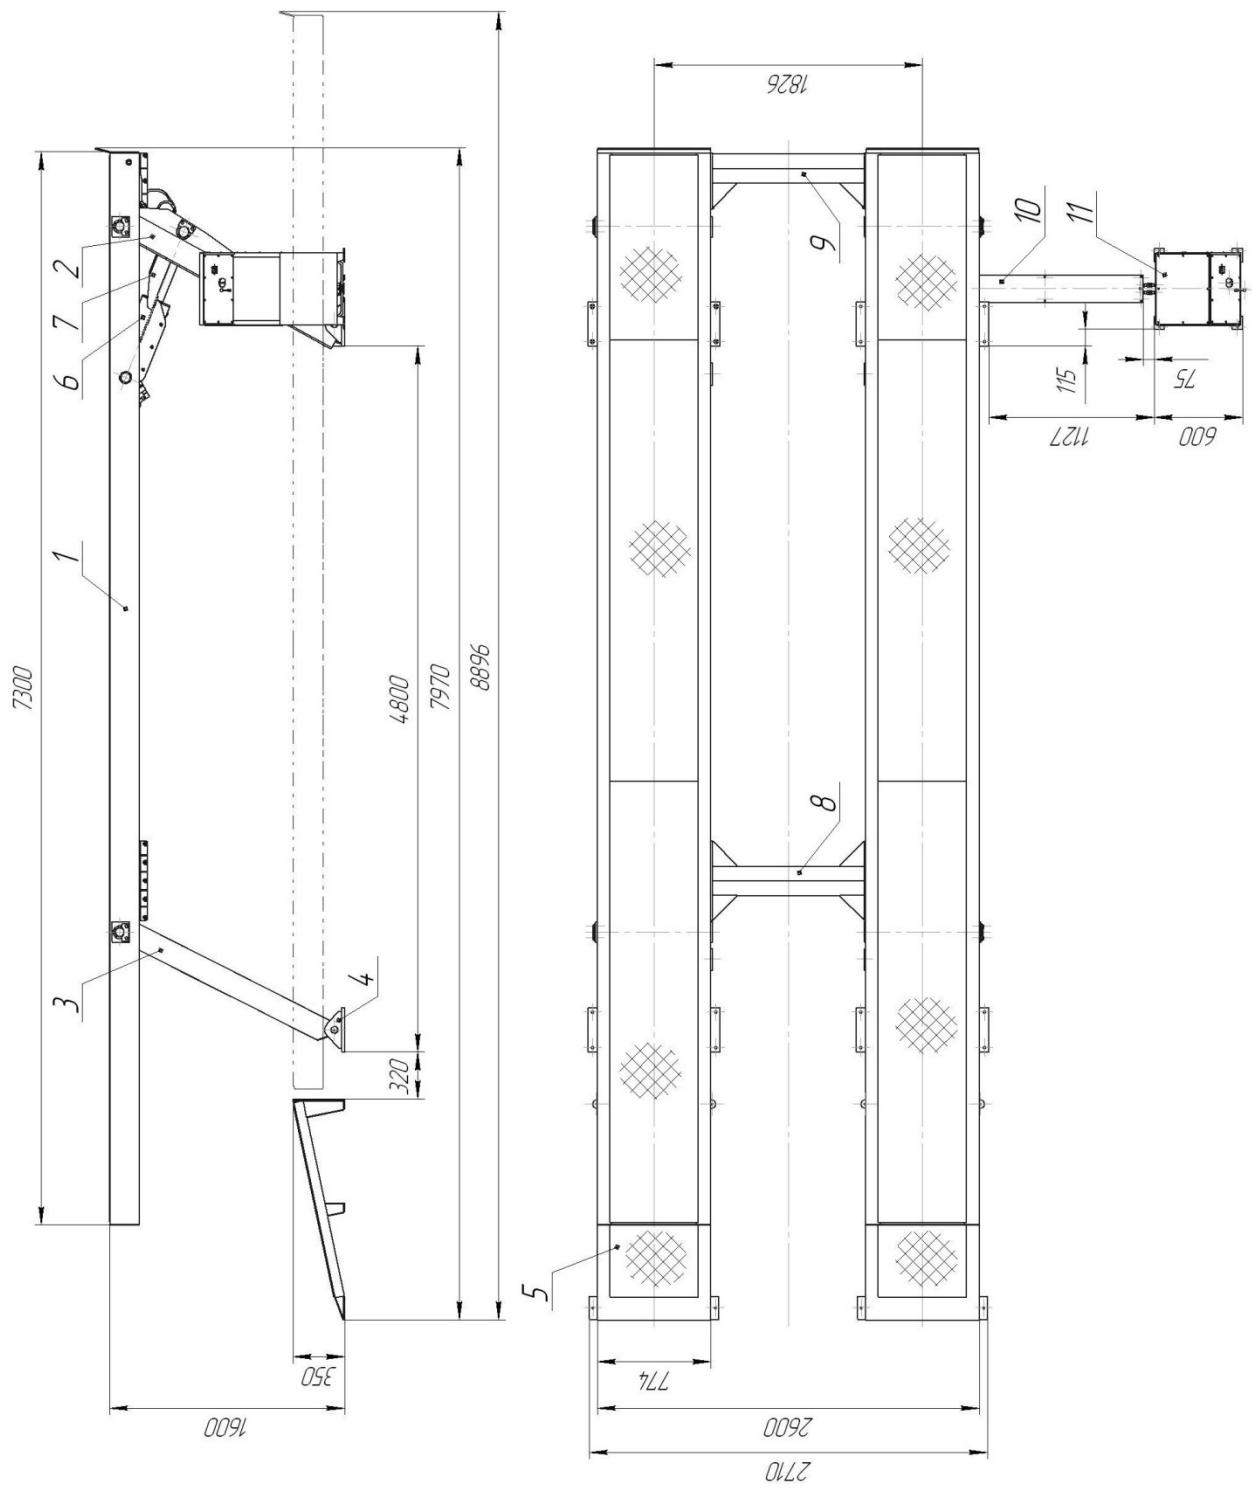

Рис.1 Общий вид платформы подъемной 12Г272М1
Платформа (рис.1) представляет собой стационарный подъёмник, состоящий из основной части в виде шарнирного 4-х звенника с электрогидравлическим приводом.
5.1 Правую и левую половины платформы (поз. 1, рис.1) установить на временные подставки (подкладки), высота которых обеспечит доступ для монтажа поперечин (поз. 8 и 9).
5.9 Внутри поперечины (поз. 9 рис. 1) смонтировать поперечные трубопроводы и соединить дренажные трубы.
5.12 Присоединить к пульту управления короб с трубами (рис. 1 поз. 10) и закрепить его анкерами-шпильками Hilti HST M8x75/10.
5.18 Установите в проектное положение скаты (рис. 1. поз. 5). Расстояние от верхней кромки ската до края платформы в опущенном состоянии 70 мм. Закрепите скаты анкерами-шпильками Hilti HST M12x115/20.